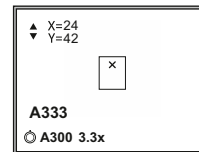

Рис.5
10) Вращением энкодера передвигайте опорный крест относительно метки до тех пор, пока опорный крест не совместится с точкой попадания (см. рис. 5).
- Индикация используемой дистанции отображается на дисплее в строке статуса (например, \odot A300 : профиль оружия **A**; дистанция пристрелки 300м) (рис.5)